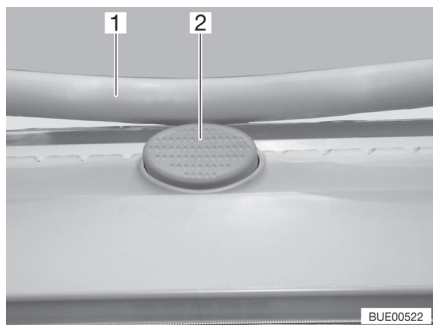

Fig. 17 Bottone di sicurezza (oblò Heki)
- Premere il bottone di sicurezza (Fig. 17,2) e tirare verso il basso la staffa (Fig. 17,1) con entrambe le mani.
- Premere la staffa verso l'alto con ambedue le mani, finché la staffa non poggia al di sopra del bottone di sicurezza (Fig. 17,2).